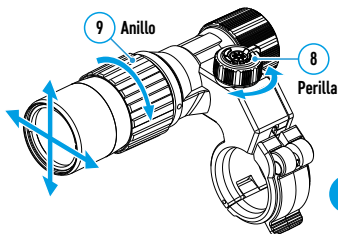

Fig. 2
- Encienda el iluminador IR apretando el botón (7) en la parte lateral del cuerpo del iluminador.
- Girando la perilla (8) del iluminador IR ajuste la potencia de la iluminación.
- Para ajustar la posición del punto luminoso en el campo de visión del visor, afloje el anillo (9) del iluminador IR girándolo en la dirección de la flecha indicada en la Fig. 2.
- Manejando el sistema articulado de la lente del iluminador IR, ajuste la posición necesaria del punto luminoso en el campo de visión del visor telescópico. Después del ajuste exitoso, fije el anillo (9) del iluminador IR.
- Apague el iluminador IR pulsando el botón IR (7).